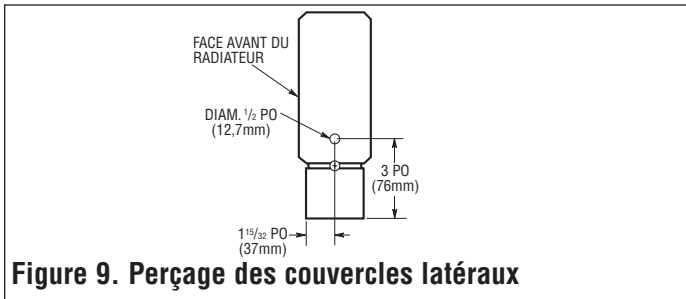

Figure 9. Perçage des couvercles latéraux
- Pour acheminer les câbles raccordant deux radiateurs adjacents, on peut percer un trou de 1/2 po (12,7mm) de diamètre dans les couvercles latéraux mitoyens (voir la figure 9).